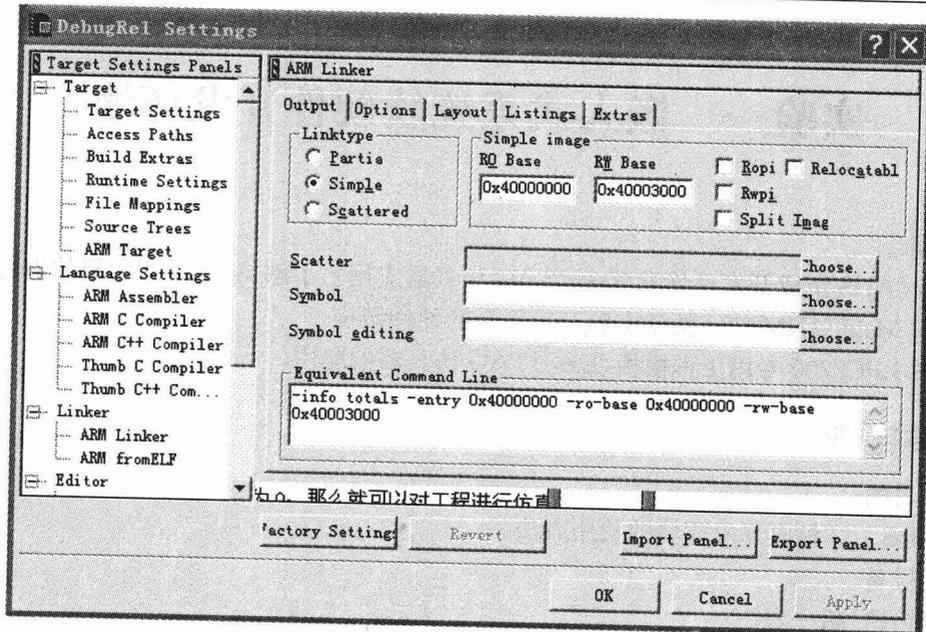
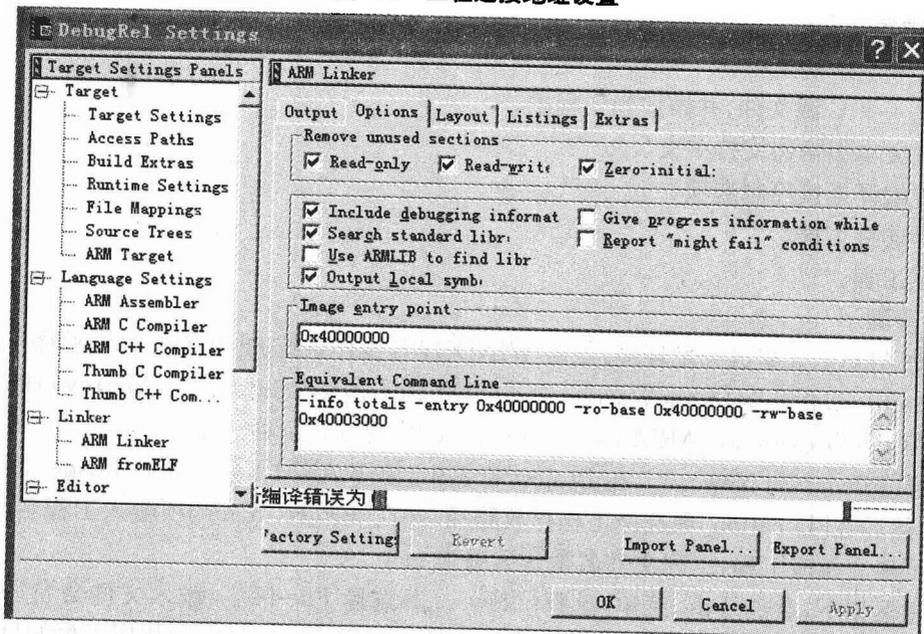

图 1.1 工程连接地址设置
图 1.2 工程调试入口地址设置
(1) 启动 ADS 1.2 集成开发环境,点击 WINDOWS 操作系统的[开始]—>[程序]—>[ARM Developer Suite v1.2]—>[CodeWarrior for ARM Developer Suite]启动 Metrowerks CodeWarrior 或双击“CodeWarrior for ARM Developer Suite”快捷方式启动。
(2) 选择[File]—>[New...],在 Project 标签中,使用 ARM Executable Image 工程模板建立一个工程。然后在[Location]项选择工程存放路径,并在[Project name]项输入工程名称,点击[确定]按钮即可建立相应工程,工程文件名默认后缀为 mcp。
(3) 在主框架下,点击[File]菜单,选择[New...],选择 File 标签,输入文件全名(如汇编源文件为 test.s,C 语言源文件为 test.c)建立一个新文件。注意将文件保存到相应工程的目录下。
(4) 在工程窗口中[Files]页空白处点击鼠标右键,选择“Add Files...”,在弹出的对话框中,选择相应的源文件,点击[打开]按钮后,在弹出的对话框中单击[OK],如需要对文件进行编辑时,在工程对话框中双击要编辑的文件即可。
(5) 选择[Edit]—>[DebugRel Settings...],在 DebugRel Settings 对话框的左边单击 ARM Linker 项,然后在 Output 页,“RO Base”和“RW Base”处修改连接地址,见图 1.1,在 Options 页,“Image entry point”处设置调试入口地址,见图 1.2。
(6) 选择[Project]—>[Make],将编译连接整个工程,如果编译成功,Errors&Warnings 对话框会报告编译错误为 0,那么就可以对工程进行仿真。
(7) 选择[Project]—>[Debug],IDE 环境就会自动启动 AXD 调试软件。